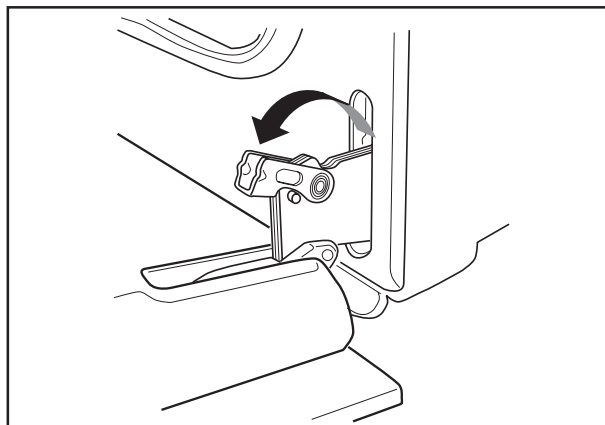

Fig. 12
3. alzate e ruotate le levette poste sulle due cerniere (Fig. 12);